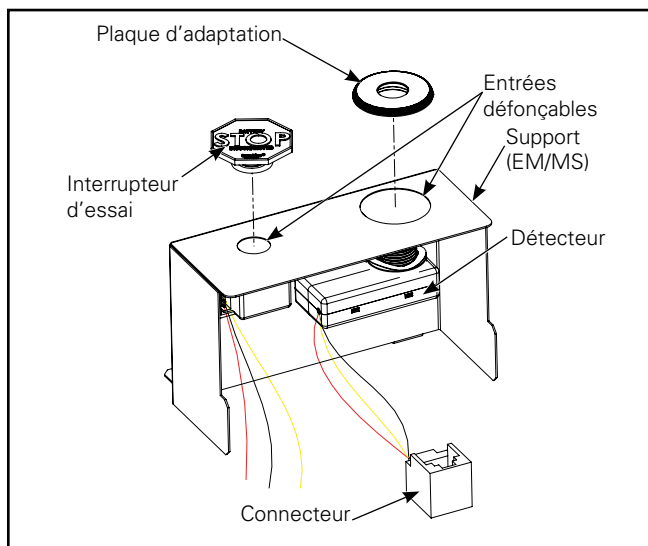
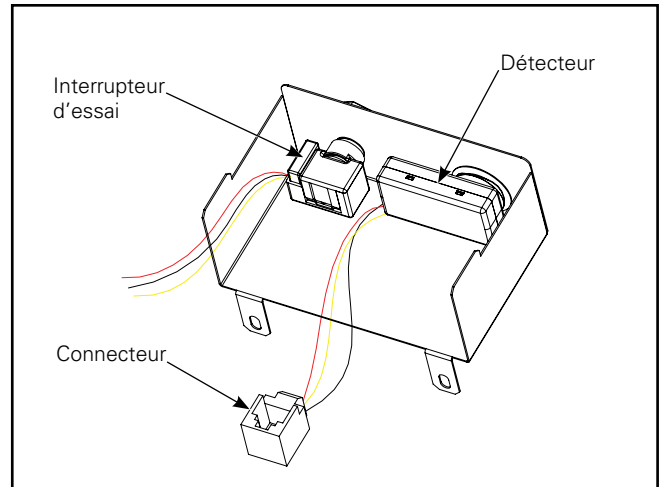

Figure 8.
Figure 9.
4. Interrupteur d'essai et/ou détecteur (EM et MS) – Retirez les entrées défonçables appropriées aux dimensions nécessaires (Figures 8 et 10) et installez le détecteur et/ou l'interrupteur d'essai du EM dans le trou en vous assurant que le connecteur est accessible (Figure 9 et 11).